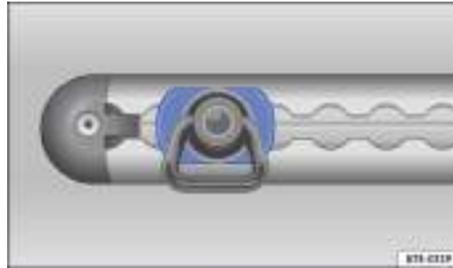

Fig. 129 Representación esquemática: rail de amarre con argolla de amarre.
- Asegúrese de que la argolla haya encastrado correctamente. Los lados de la argolla tienen que estar en posición horizontal → fig. 129. ▶